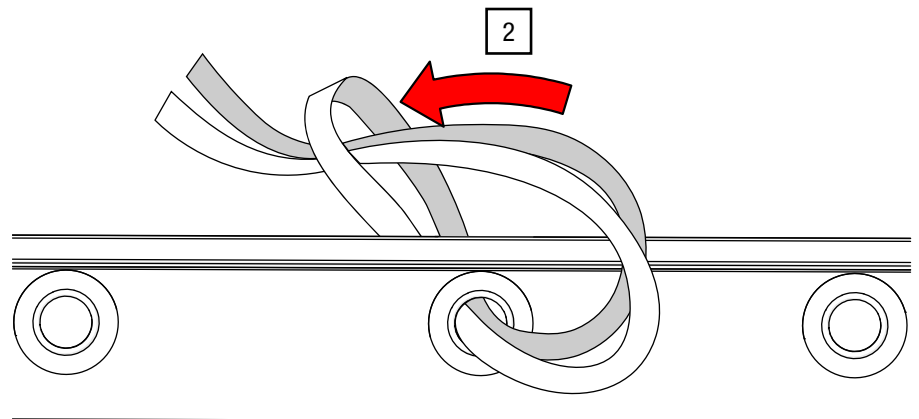

Abb. 57: Bindeband – Lose Enden durch Schlaufe ziehen
2. Ziehen Sie die beiden losen Enden des Bindebands durch die neu entstandene Schlaufe (siehe Abb. 57).